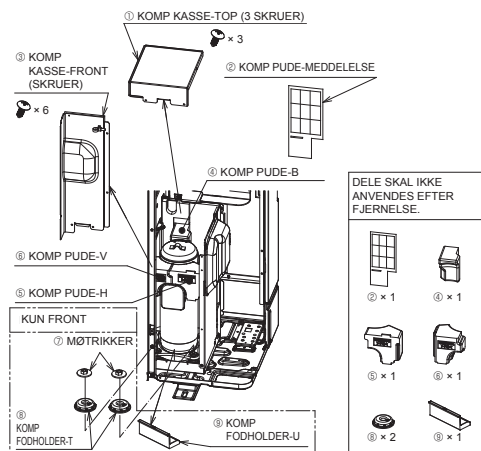

Fig. 4-1
- Inden enhedens drift startes, skal du sørge for at afdække KOMP KASSE-TOP og KOMP KASSE-FRONT og fjerne KOMP fastgjorte dele. (Fig. 4-1)